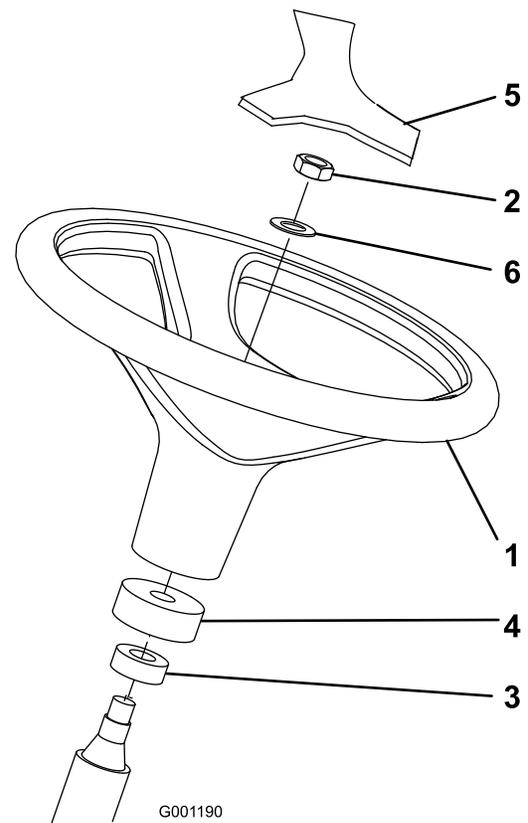

図 3
1. 出荷台からハンドルを外す。図 3
注 ウレタン製カラーとダストカバーがシャフトについていることを確認する(図 3)。
3. ハンドルとワッシャをステアリングシャフトにはめ込む(図 3)。
5. ハンドルにカバーを取り付ける(図 3)。